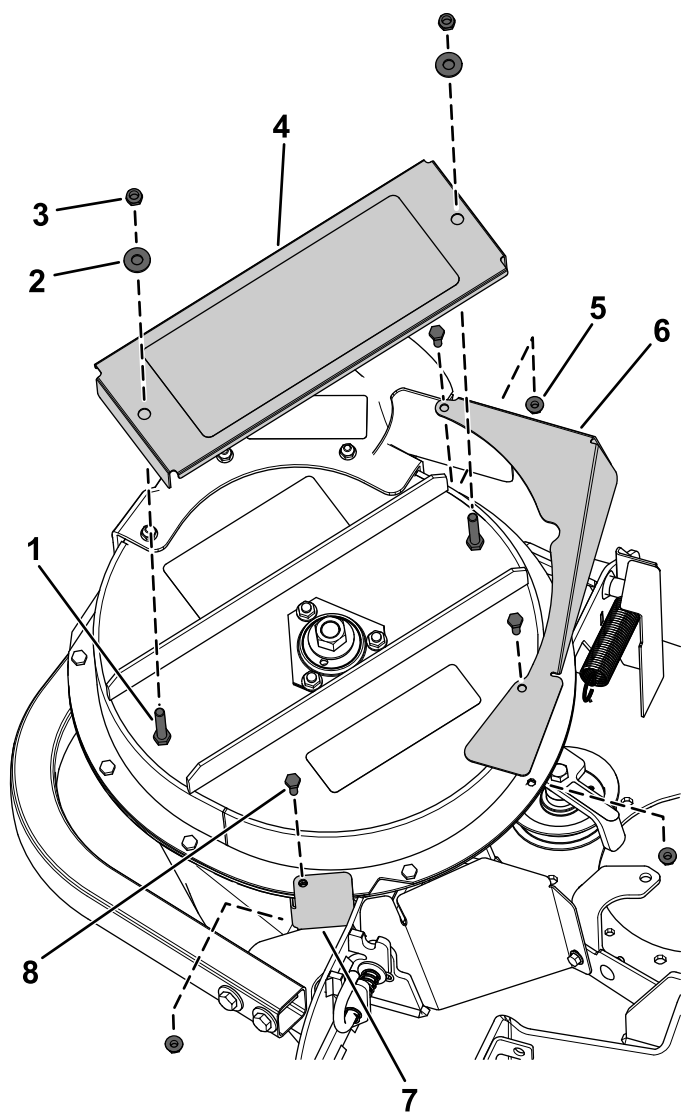

Figura 8
2. Prenda a proteção do tensionador CE ao soprador utilizando os dois parafusos de cabeça flangeada ($\frac{1}{4} \times \frac{3}{4}$ pol.) e duas porcas de bloqueio ($\frac{1}{4}$ pol.) previamente removidas como se mostra na Figura 8.
3. Prenda a proteção do eixo CE utilizando as duas porcas de bloqueio ($\frac{5}{16}$ pol.) e duas anilhas (Figura 8).
4. Prenda a proteção CE frontal utilizando um parafuso de cabeça flangeada ($\frac{1}{4} \times \frac{3}{4}$ pol.) e porca de bloqueio ($\frac{1}{4}$ pol.) previamente removida como se mostra na Figura 8.